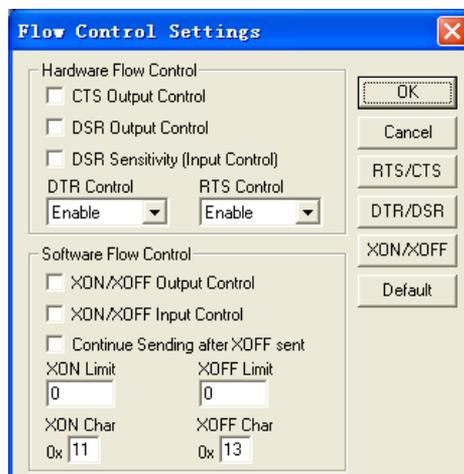

图12
**[Flow Control]** (流控设置)子菜单：对当前已打开串口的硬件流控和软件流控方式进行设置。执行该菜单命令将弹出Flow Control Settings对话框，如图12所示。下面对各设置项进行说明。